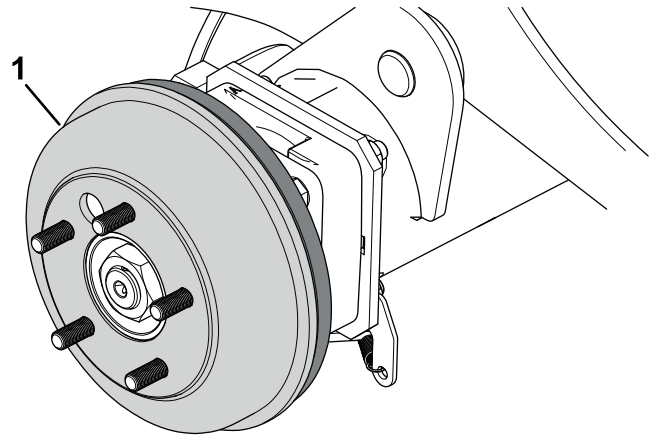

Figure 73
4. Déposez les tambours de frein (Figure 73) à la main.